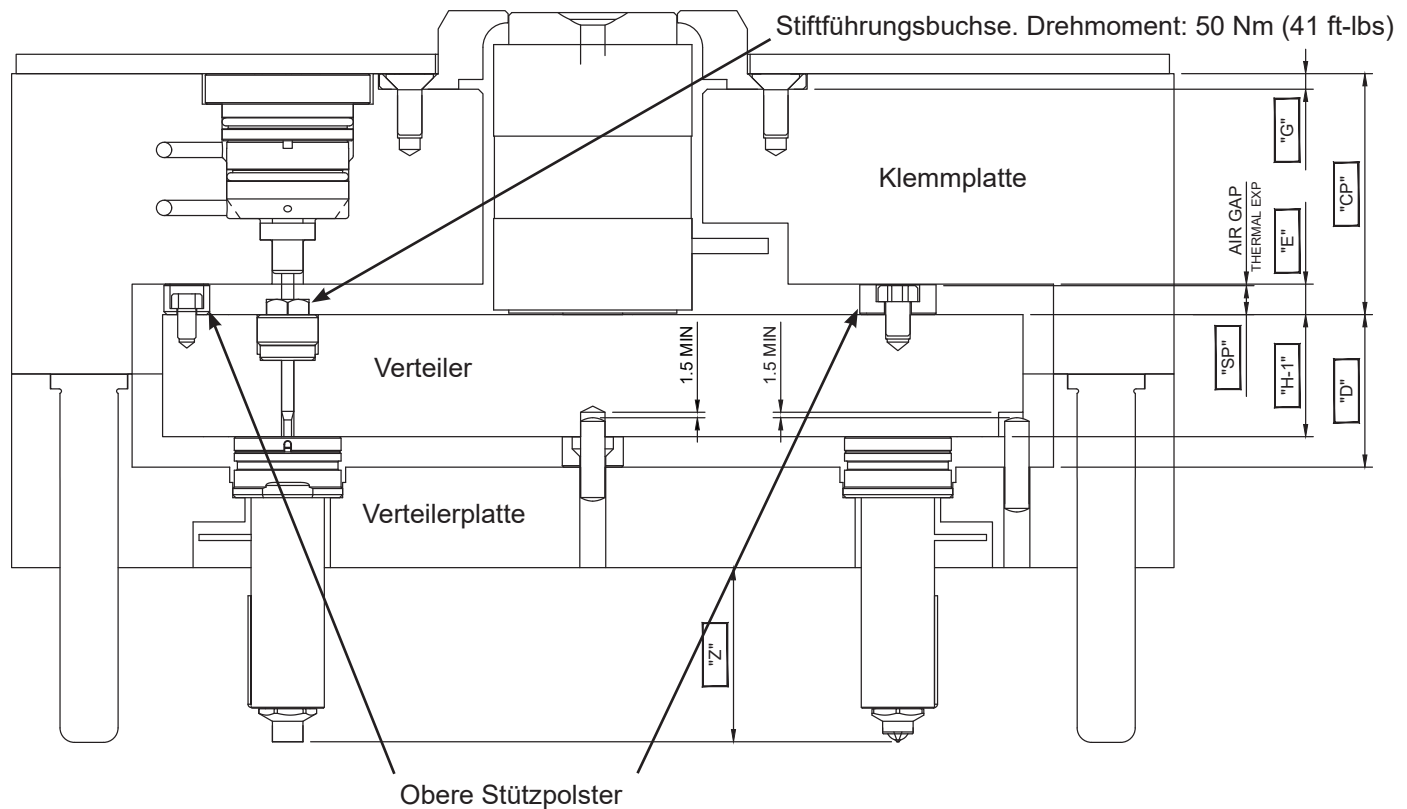

Abbildung 6 Positionen der Stützpolster und der Zapfenführungsbuchse
angegeben ist (siehe Abbildung 6: Positionen der Stützpolster und der Zapfenführungsbuchse). Notieren
Nm (41 ft-lbs) an. Siehe Abbildung 6: Positionen der Stützpolster und der Zapfenführungsbuchse.
- Montieren Sie die VG-Zapfenführungsbuchse und die Halteschraube in die Gewindelöcher an der Oberseite des Verteilerblocks. Ziehen Sie die Zapfenführungsbuchse mit einem Drehmoment von 50 Nm (41 ft-lbs) an. Siehe Abbildung 6: Positionen der Stützpolster und der Zapfenführungsbuchse.